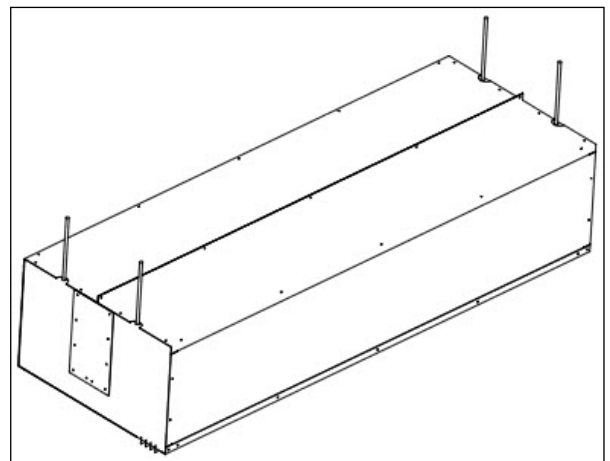

FIG. 2
4. Todas las unidades están equipadas con (4) inserciones roscadas de 3/8" en la parte superior para instalación superior (FIG. 2)
5. Determine las ubicaciones de montaje exactas para suspender la unidad por encima del techo de modo que la unidad quede centrada y paralela a la abertura de la puerta. Use (4) varillas roscadas para suspender el gabinete al techo.
7. Si corresponde, para la instalación en tándem (unidades de más de 72") de productos montados uno al lado del otro, no permita más de 6" entre las dos unidades. Tenga en cuenta que se utilizan (4) juegos de varillas roscadas para suspender cada unidad en el techo o se deben utilizar soportes de montaje centrales para unir y montar unidades en tándem en la parte superior.